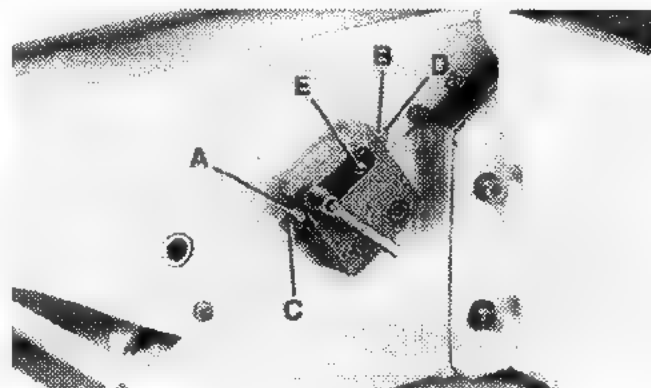

FIGURE 21
1. Des arrêts positifs sont fournis pour limiter la hauteur et la profondeur de la table d'entrée. Pour ajuster les arrêts positifs, désérrez les deux écrous hex. (A) et (B) Fig. 21, et tournez les deux vis d'ajustement (C) et (D) tel que nécessaire. Nous vous suggérons d'ajuster l'arrêt positif supérieur (D) pour vos coupes finales. Ensuite l'arrêt positif inférieur (C) peut être ajuster contre la tige (E) pour vos coupes de profondeur maximum.
2. Serrez les écrous hex, (A) et (B) Fig. 21, une fois que les ajustements sont effectués.